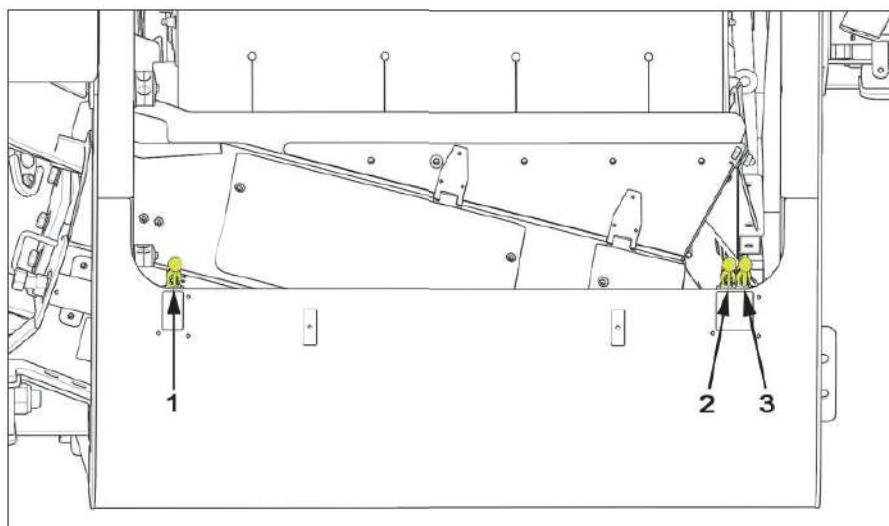

Figure 5.9 - Bedieningshendels
1. Gebruik hendel (2) op afb. 5.9 om de eindband in de transportpositie te klappen.